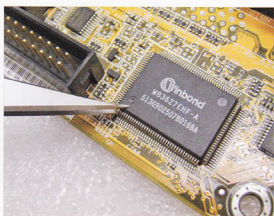

图5-13 将铁丝穿入I/O芯片的一排引脚内
(1) 首先准备好细铁丝、镊子、热风焊台等工具。拆解时, 首先将细铁丝从芯片的一排引脚间隙穿过, 并使芯片引脚两端的铁丝都留有一定的长度, 如图5-13所示。